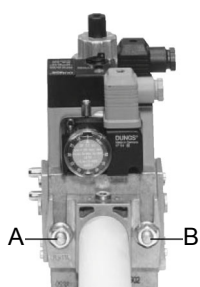
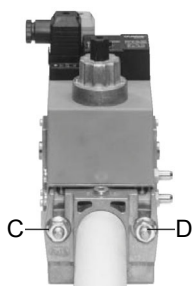
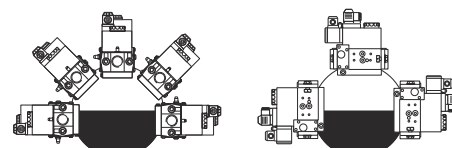

Fig. 6
Fig. 7
Fig. 9
- 3 Apretar los tornillos A, B, C y D (Fig. 6 - Fig. 7) respetando las posiciones de montaje (Fig. 9)